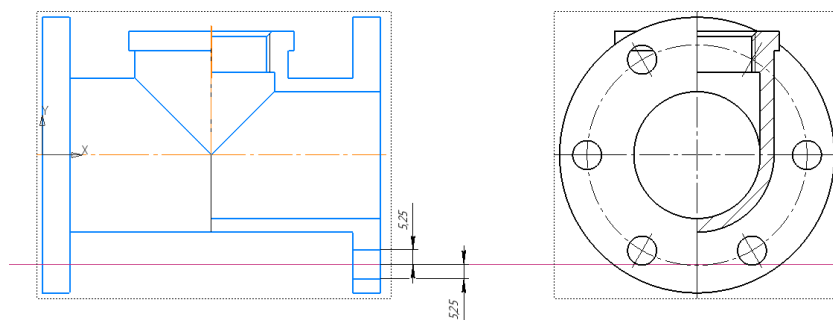

Рис. 24 Изображение отверстия в плоскости разреза
- Вид Спереди сделать активным (рис. 24);